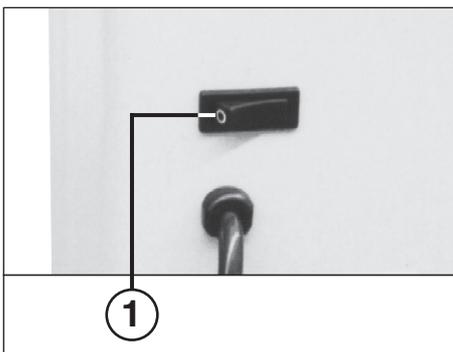
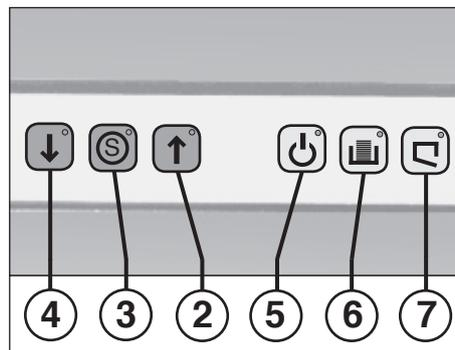

Abb. 1
Abb. 2
- 1 = Wippschalter „Betriebsbereit“ (Abb. 1)**
- 2 = Vorwärtstaste (Abb. 2)**
- 3 = Stopp-Taste „S“ (Abb. 2)**
- 4 = Rückwärtstaste (Abb. 2)**
- 5 = Kontroll-Anzeige „Betriebsbereit“ (Abb. 2)**
- 6 = Kontroll-Anzeige „Behälter voll“ (Abb. 2)**
- 7 = Kontroll-Anzeige „Tür offen“ (Abb. 2)**
Gerät am Wippschalter (1) (Abb. 1) einschalten. Zum Zeichen der Betriebsbereitschaft leuchtet das Lämpchen der Kontroll-Anzeige „Betriebsbereit“ (5), sowie das der roten Stopp-Taste „S“ (3) auf (Abb. 2).
Ist der Auffangbehälter gefüllt, schaltet die Maschine ab. Ein Signalton ertönt. Die Kontroll-Anzeige (6) (Abb. 2) leuchtet auf. Entleeren Sie wie folgt den Auffangbehälter:
- Tür öffnen. Die Kontroll-Anzeige (7) (Abb. 2) leuchtet auf.
- Der Signalton verstummt. Die Kontroll-Anzeige (6) erlischt.
- Leeren Sack einsetzen, Behälter einschieben und die Tür schließen. Die Kontroll-Anzeige (7) erlischt.
Achten Sie darauf, daß die Maschine über Nacht ausgeschaltet ist (Wippschalter (1) (Abb. 1) betätigen).